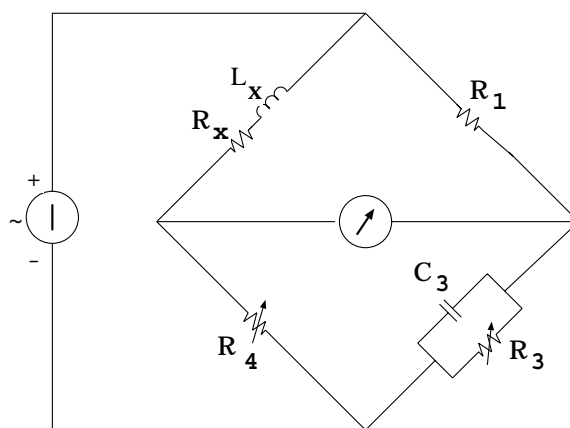

Figura 2: Ponte di Maxwell
12. Un ponte di Maxwell (v. figura 2) alimentato a  $10kHz$  ha  $C_3 = 0.1\mu F$  e  $R_1 = 100\Omega$ . Se entrambi i resistori  $R_3$  e  $R_4$  possono essere variati da  $100\Omega$  a  $1k\Omega$ , calcolare il campo di induttanza e fattori  $Q$  che possono essere misurati.